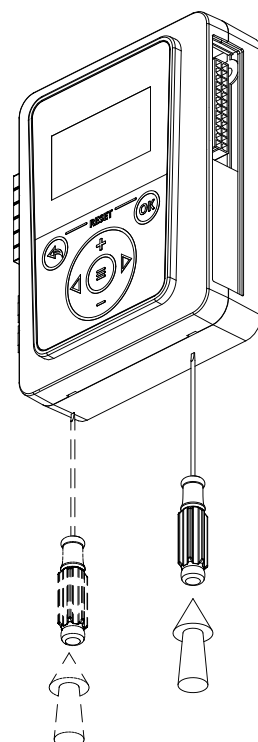

Рис.19 Демонтаж лицевой панели
2. снимите лицевую панель контроллера, ослабив защелки с помощью отвертки **(рис.19)**;